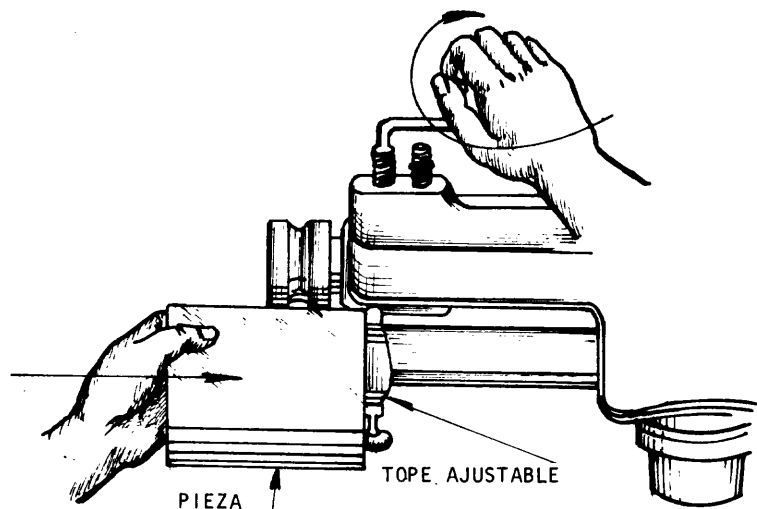

Fig. 2
- ___ b Con una mano sostenga la pieza, y con la otra dé vueltas al tornillo de la manivela que hay en lo alto de la máquina, para bajar el rodillo superior hasta que la chapa quede firmemente ajustada (fig. 2).